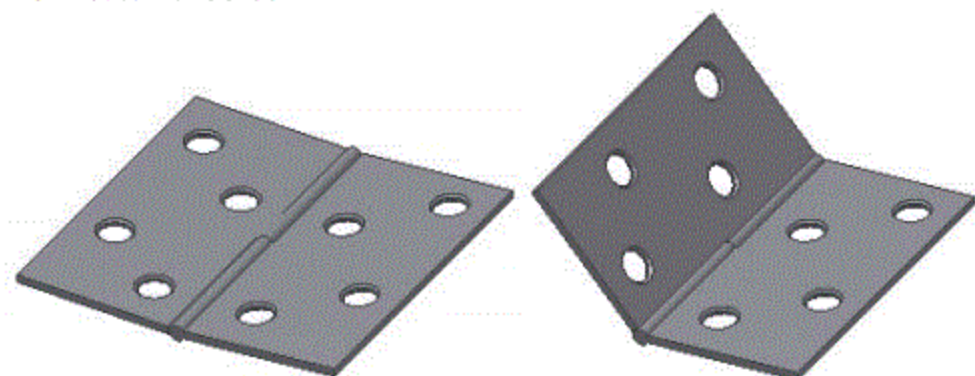

图3-12 完成配合约束
3) 至此, 部件“合页”中的各零件均已满足装配要求, 如图3-12所示。完成装配, 可用鼠标拖住“合页2”转动, 观察其开合。